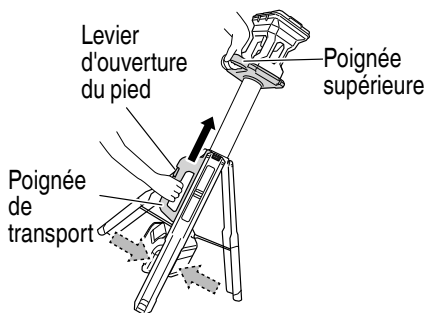

Fig. 15
- (1) Remettez l'appareil à DEL à l'intérieur de son couvercle de rangement dans l'ordre inverse de celui de « Préparation de la lampe trépied ».
- (2) Saisissez la poignée supérieure et la poignée de transport avec les deux mains, et soutenez le trépied en l'inclinant. Fermez les pieds en appuyant sur le levier d'ouverture des pieds et en tirant sur la poignée de transport vers la poignée supérieure. (Fig. 15)